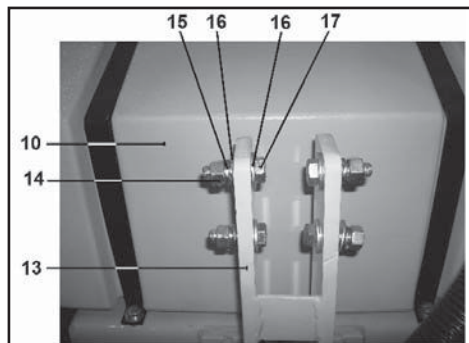

Рис. 5
7.1.1. На кронштейне (13), расположенного сзади бака для воды (10), снимите детали крепления: гайки (14), шайбы пружинные (15), шайбы (16), болты (17) (Рис. 5).